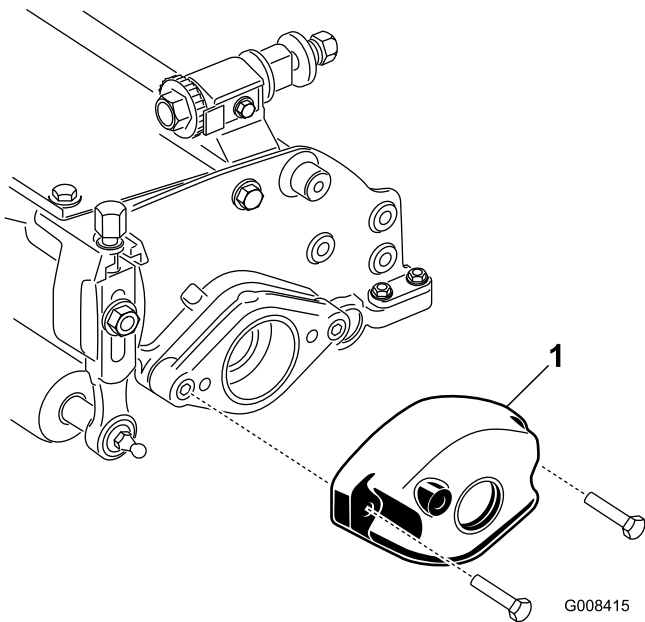

Figura 7
1. Retire los 2 tornillos de caperuza que fijan el contrapeso al extremo izquierdo de la unidad de corte. Retire el contrapeso (Figura 7).